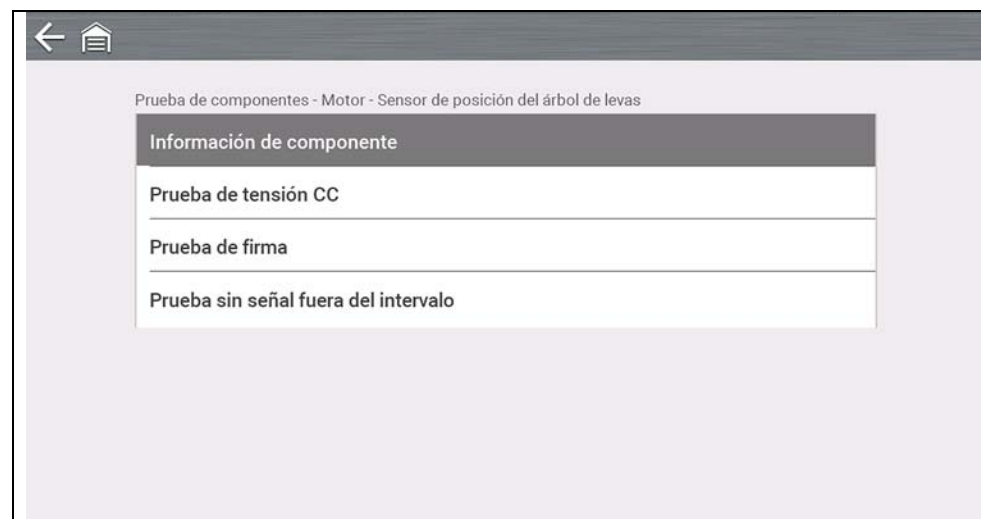

Figura 7-5
2. Seleccione **Información sobre los componentes** del menú Prueba de componentes (Figura 7-5).